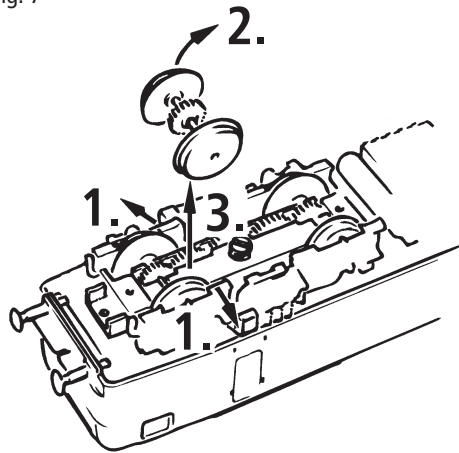

Fig. 9
**4. Kohlebürstenwechsel:** Lokgehäuse abnehmen (Fig. 3). Danach wird der Motor ausgebaut und die Kohlebürsten ausgewechselt (Fig. 9).
**4. Carbon Brush Changing:** First remove loco body (fig. 3), and then the motor (fig. 9).
**4. Remplacement des balais du moteur:** Démontez la caisse (fig. 3). Démontez ensuite le moteur et échangez le balais (fig. 9).